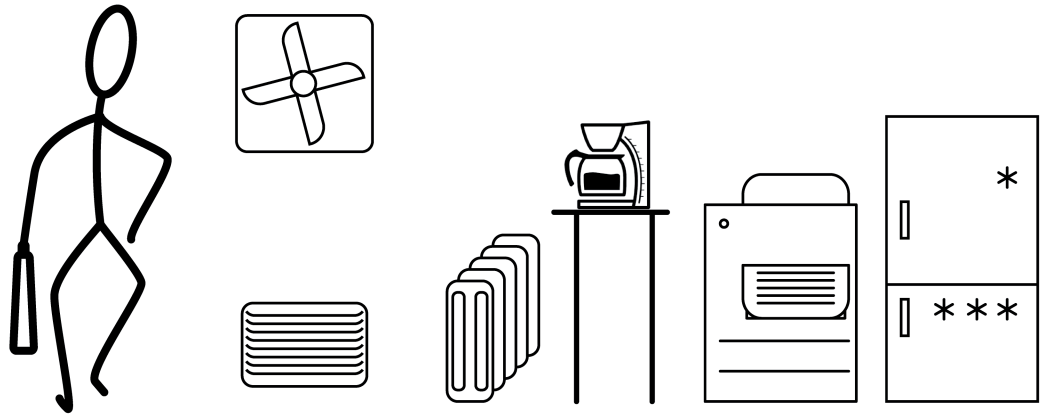

Figure 6: Sources de chaleur dans les bâtiments
- les sources de chaleur comme les appareils de chauffage, les sorties d'ouvertures d'aération ou de climatiseurs, les photocopieurs, les imprimantes, les machines à café, etc. (figure 6)